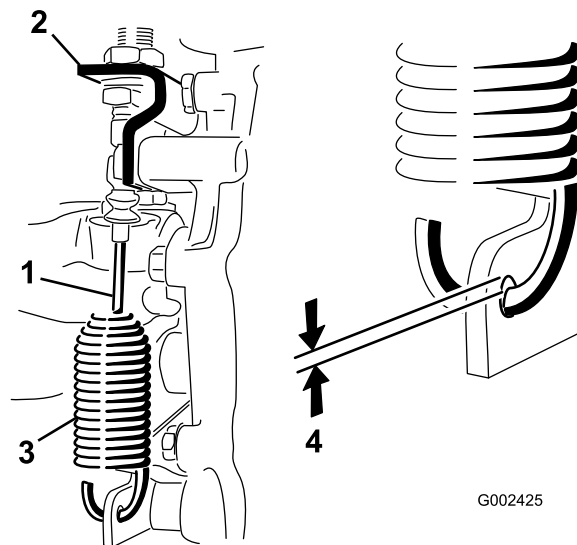

Figura 52
2. Alivie as porcas de segurança que fixam o cabo de bloqueio do diferencial ao suporte da transmissão (Figura 52).